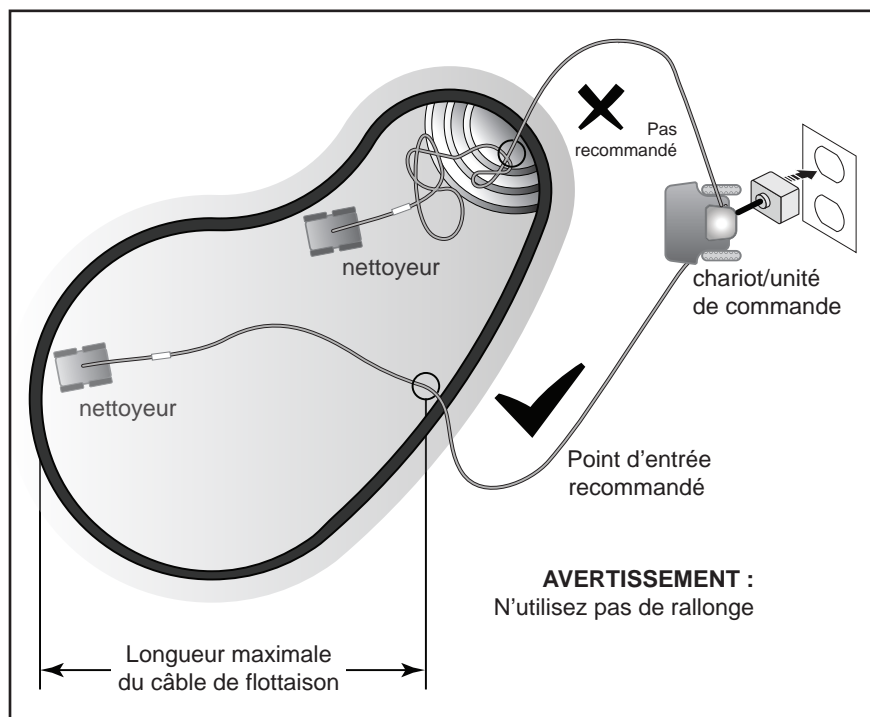

Figure 14. Point d'entrée dans la piscine pour une configuration optimale
4. Placez seulement assez de câble flottant dans l'eau pour atteindre l'extrémité la plus éloignée de votre piscine depuis le point central. Étalez le câble flottant en veillant à ce qu'il ne soit ni plié ni bobiné (Figure 14).
REMARQUE : Pour obtenir une configuration optimale et réduire l'enchevêtrement, le câble flottant doit pénétrer dans l'eau près du milieu de la longueur de la piscine. Ne placez que suffisamment de câble dans l'eau pour atteindre le point le plus éloigné de la piscine (voir Figure 14).